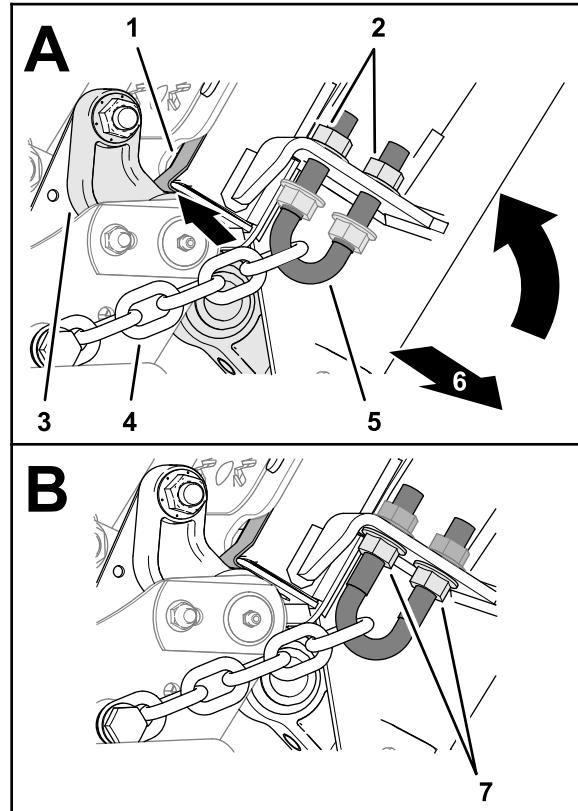

Figure 36
1. À l'avant du plateau, serrez les écrous à embase crantée extérieurs jusqu'à ce que les chaînes soient tendues (Figure 36).
2. Vissez les écrous à embase crantée intérieurs (Figure 36) et serrez-les à un couple de 103 à 127 N·m.